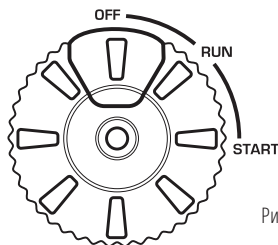

Рис. 5
3. Поверніть колесо багатофункційного вмикача в положення OFF (Рис. 5).